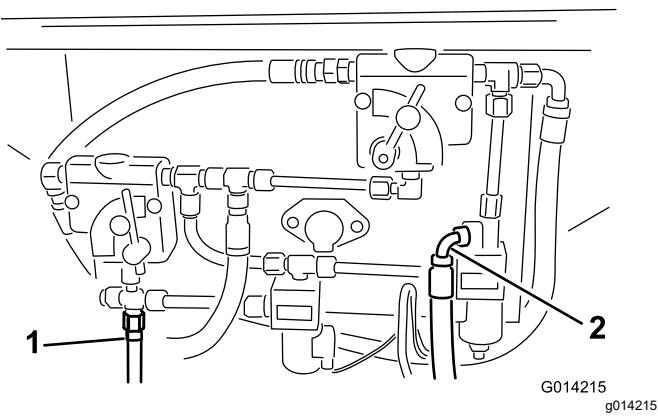
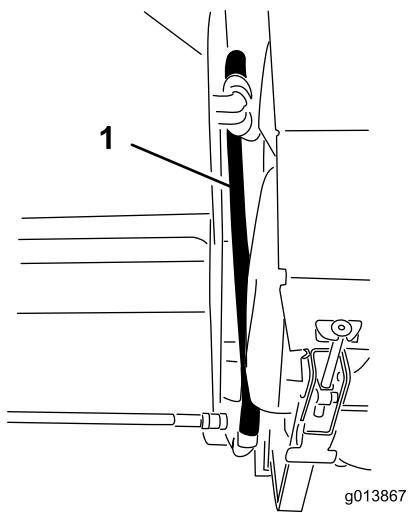
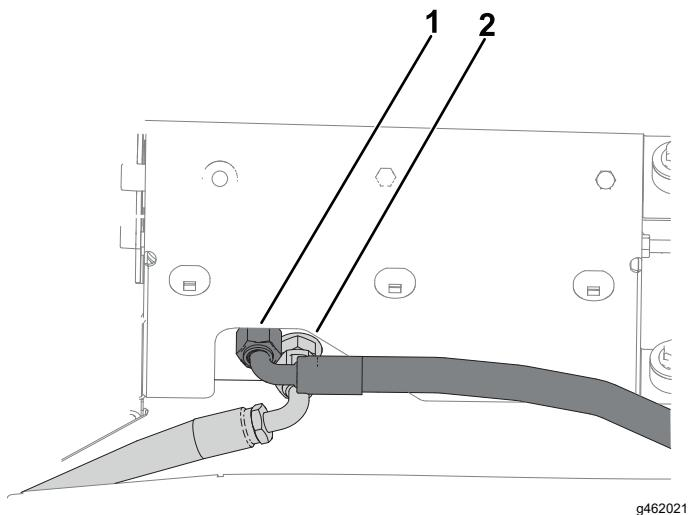
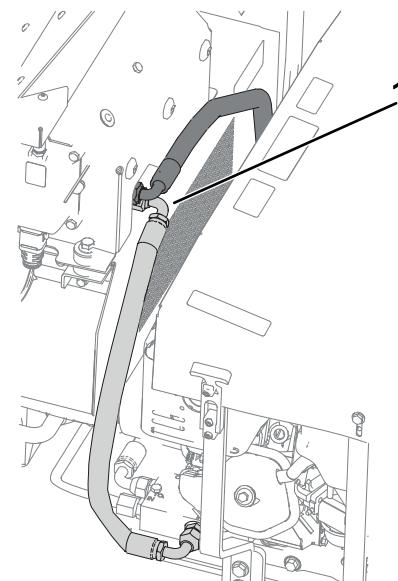

Figure 14
Figure 16
Figure 15
Figure 17
11. Identifiez les raccords de retour et de pression sur le modèle de base de la machine. Reportez-vous à la Figure 14 pour les versions SH et à la Figure 15 pour les versions EH.
12. Si des flexibles de pression et de retour sont installé aux emplacements indiqués à la Figure 14 et la Figure 15, enlevez-les.
13. Branchez les flexibles hydrauliques au panneau de commande hydraulique. Reportez-vous à la Figure 14 et la Figure 16 pour les versions SH et à la Figure 15 et la Figure 17 pour les versions EH.